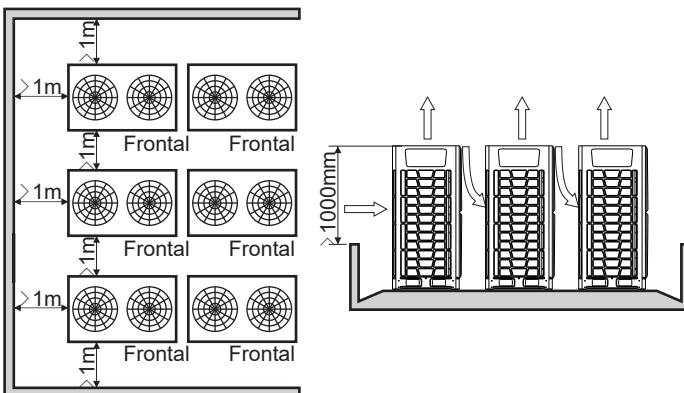

Fig. 3.13 Plus de 2 rangées
5) Lorsque les unités extérieures sont plus hautes que leur environnement et si elles doivent être disposées en 2 rangées, voir Fig.3.13.